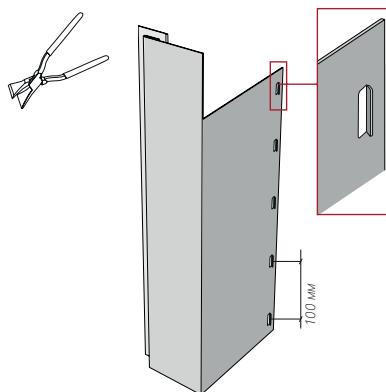
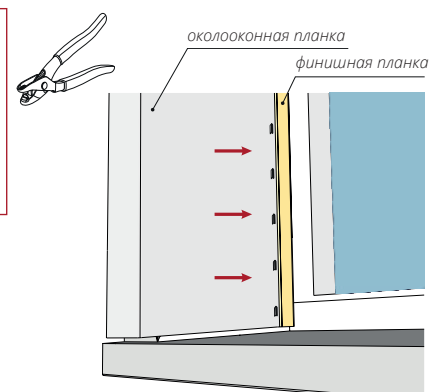

Рисунок 67
Рисунок 68
- 13.16** После того как околооконные планки подрезаны и подогнаны под размер оконного проема, используя просекатель насечек (рис. 67), сделайте насечки с интервалом 100 мм друг от друга. Вставьте околооконные планки в финишную планку (рис. 68). Произведите финальный монтаж с соблюдением общих правил монтажа.